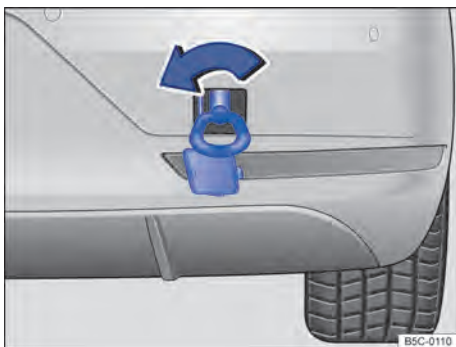

Fig. 195 No para-choque traseiro à direita: rosquear a argola de reboque.
O alojamento da argola de reboque rosqueável está localizado à direita do para-choque traseiro, atrás de uma cobertura ⇒ **Fig. 195**, ⇒ .
- Rosquear a argola de reboque tão firme quanto possível **no sentido anti-horário** no alojamento ⇒ **Fig. 195** ⇒ . Utilizar um objeto apropriado com o qual a argola de reboque possa ser rosqueada com firmeza no alojamento.